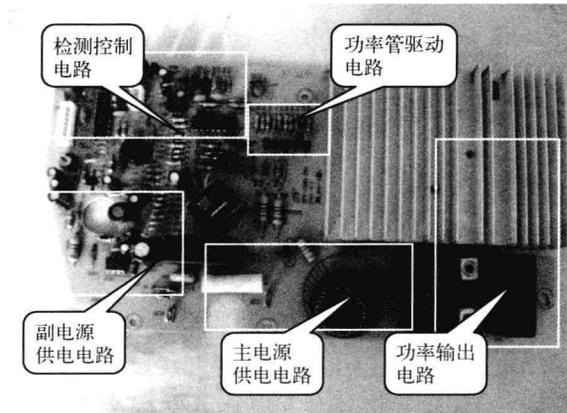

图 1-10 电磁炉的主电路板实物图
**2) 主电路板** 主电路板是电磁炉的核心，它一方面受按键操作/显示电路板的控制，另一方面用于驱动功率晶体管 IGBT 和风扇散热组件工作。主电路板由主电源供电电路、功率输出电路、副电源供电电路、检测控制电路和功率管驱动电路等组成。图 1-10 所示的是电磁炉的主电路板实物图。